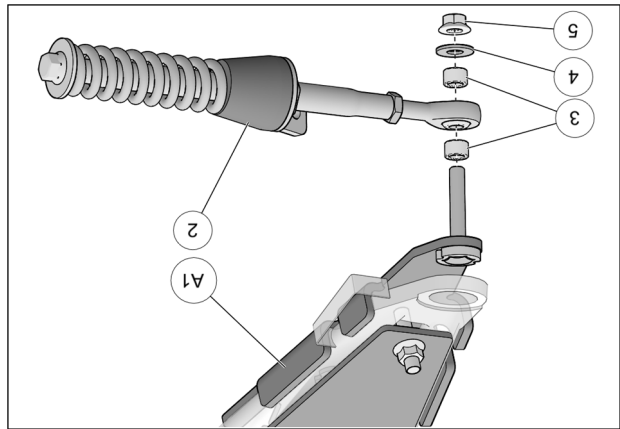

Fig. 21
9. Fixer le bras stabilisateur (2) à l'ancrage de suspension (A1) à l'aide des deux espaceurs (3), de la rondelle (4) et de l'écrou autobloquant (5). Serrer à un couple de 70 N•m [52 lb•pi]. Voir la Fig. 21